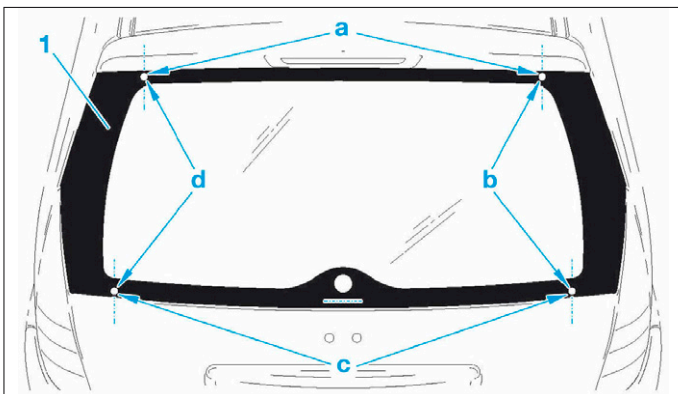

FIG. 95
- Découper le cordon de colle de la lunette (1) (Fig.95 ou 96).